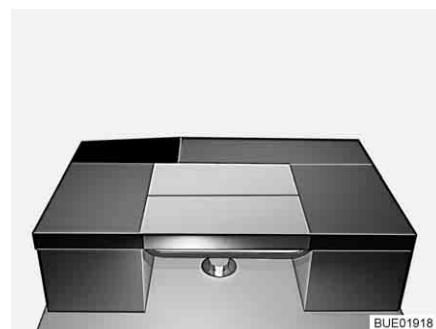

Bild 147 Nach dem Umbau
- Das Rückenpolster der Sitzbank quer auf den Tisch legen (siehe Bild 147).